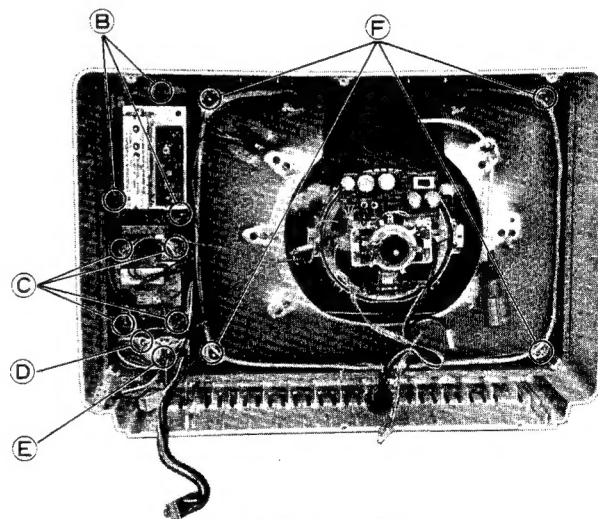

Figure 2 Abb. 2
1. Remove 3 screws (B) of tuner assembly in figure 2.
1. Remove 4 screws (C) in figure 2.
1. Loosen the screw (D) in figure 2.
2. Remove the screw (E) in figure 2.
2. Remove 4 nuts (F) in figure 2.
1. 3 Schrauben (B) zur Befestigung des Tuners nach Abbildung 2 herausdrehen.
1. 4 Schrauben (C) zur Befestigung des Lautsprechers nach Abbildung 2 herausdrehen.
1. Die Schraube (D) nach Abbildung 2 lösen.
2. Die Schraube (E) nach Abbildung 2 herausdrehen.
2. Nach Abb. 2, 4 Muttern (F) entfernen.